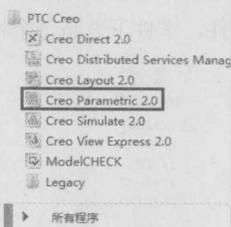

图 1-11 Windows “所有程序”菜单
2. 从 Windows 系统的“开始”菜单进入 Creo。单击“开始”，在“所有程序”菜单中的如图 1-11 所示的位置单击 **Creo Parametric 2.0**，进入 Creo 工作环境。